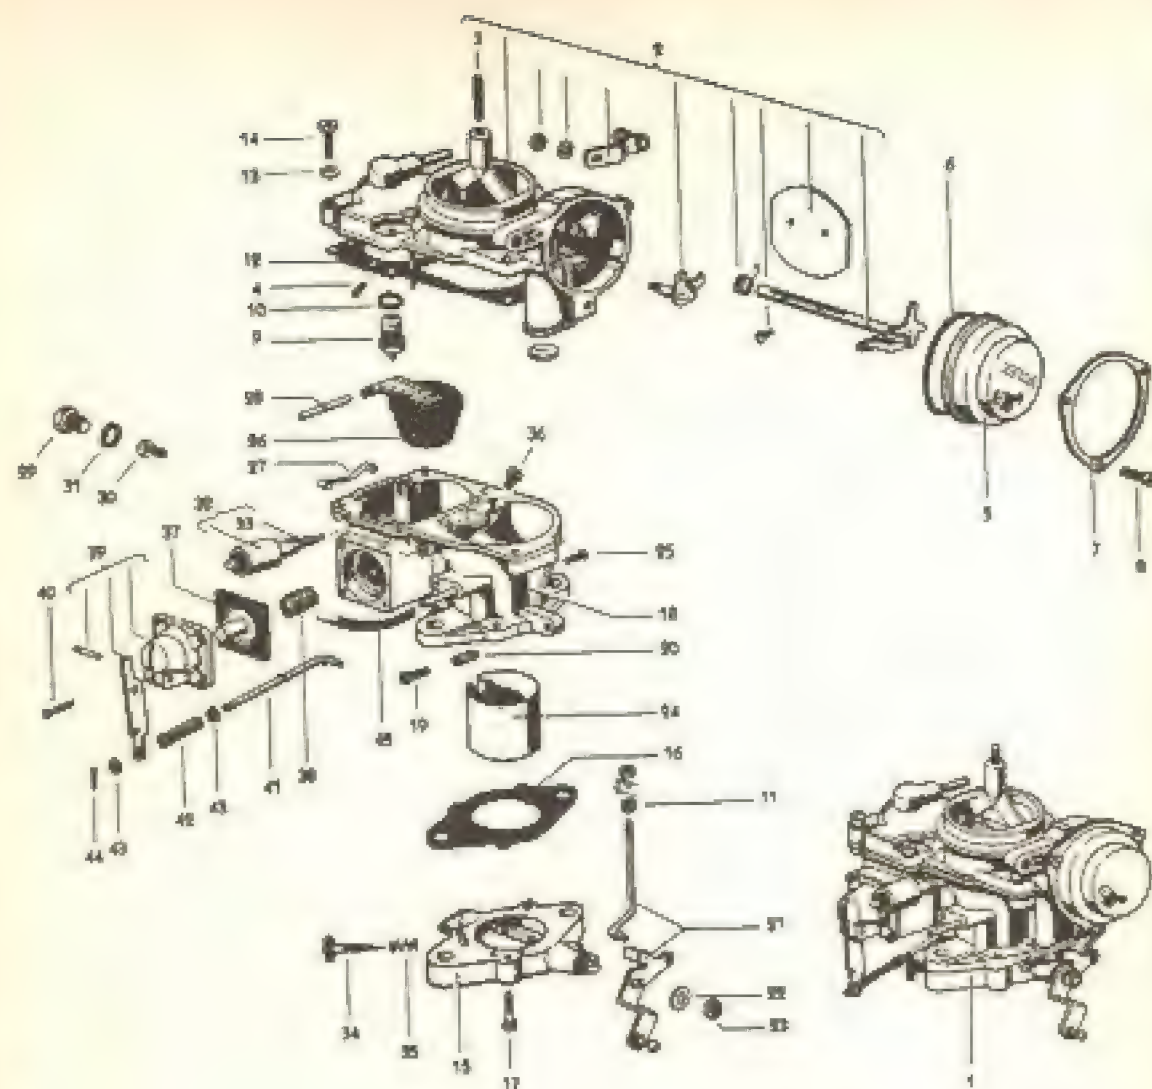

Fig. 11-V — Carburador tipo Solex 32 DPSIT inteiramente desmontado.
**Carburadores.** — Ambos são do tipo Solex 32 PDSIT e diferem apenas nos seguintes detalhes: o calibre de ar do pulverizador principal do carburador esquerdo (36, Fig. 11-V) tem a medida "155" e n.º de peça 311 129 435C e a mesma peça no carburador direito tem a medida "120" e n.º de peça 311 129 435AA. O calibre do pulverizador principal do carburador esquerdo tem a medida "130" e n.º de peça 311 129 405B e a mesma peça no carburador direito tem a medida "127" e n.º de peça 311 129 405C.
**Abafador (afogador) automático.** — Cada carburador é provido de um abafador automático do tipo convencional constituído de uma mola térmica (sensível ao calor), encerrada em uma câmara (2 e 5, Fig. 11-V)
2) — Destorce-se os parafusos de regulagem da aceleração, (34, Fig. 11-V) nos dois carburadores. Apertar em seguida os dois parafusos cuidadosamente, apenas o suficiente para que cada um se encoste no batente da alavanca de acionamento da borboleta (21, Fig. 11-V).